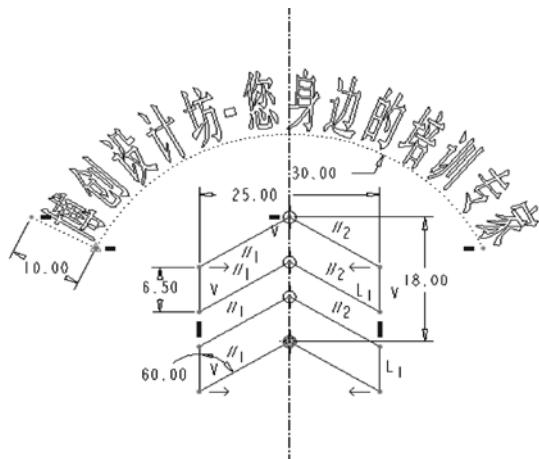

图 2-104 上机练习 4
(12) 在草绘器中，绘制如图 2-104 所示的文本和图形。